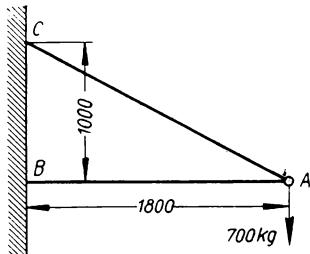

Bild 46
- 168.** Ein Kranausleger nach Bild 46 ist im Knotenpunkte A mit 700 kg belastet. Welche Spannkräfte erzeugt diese Last in den Stäben AB und AC ?